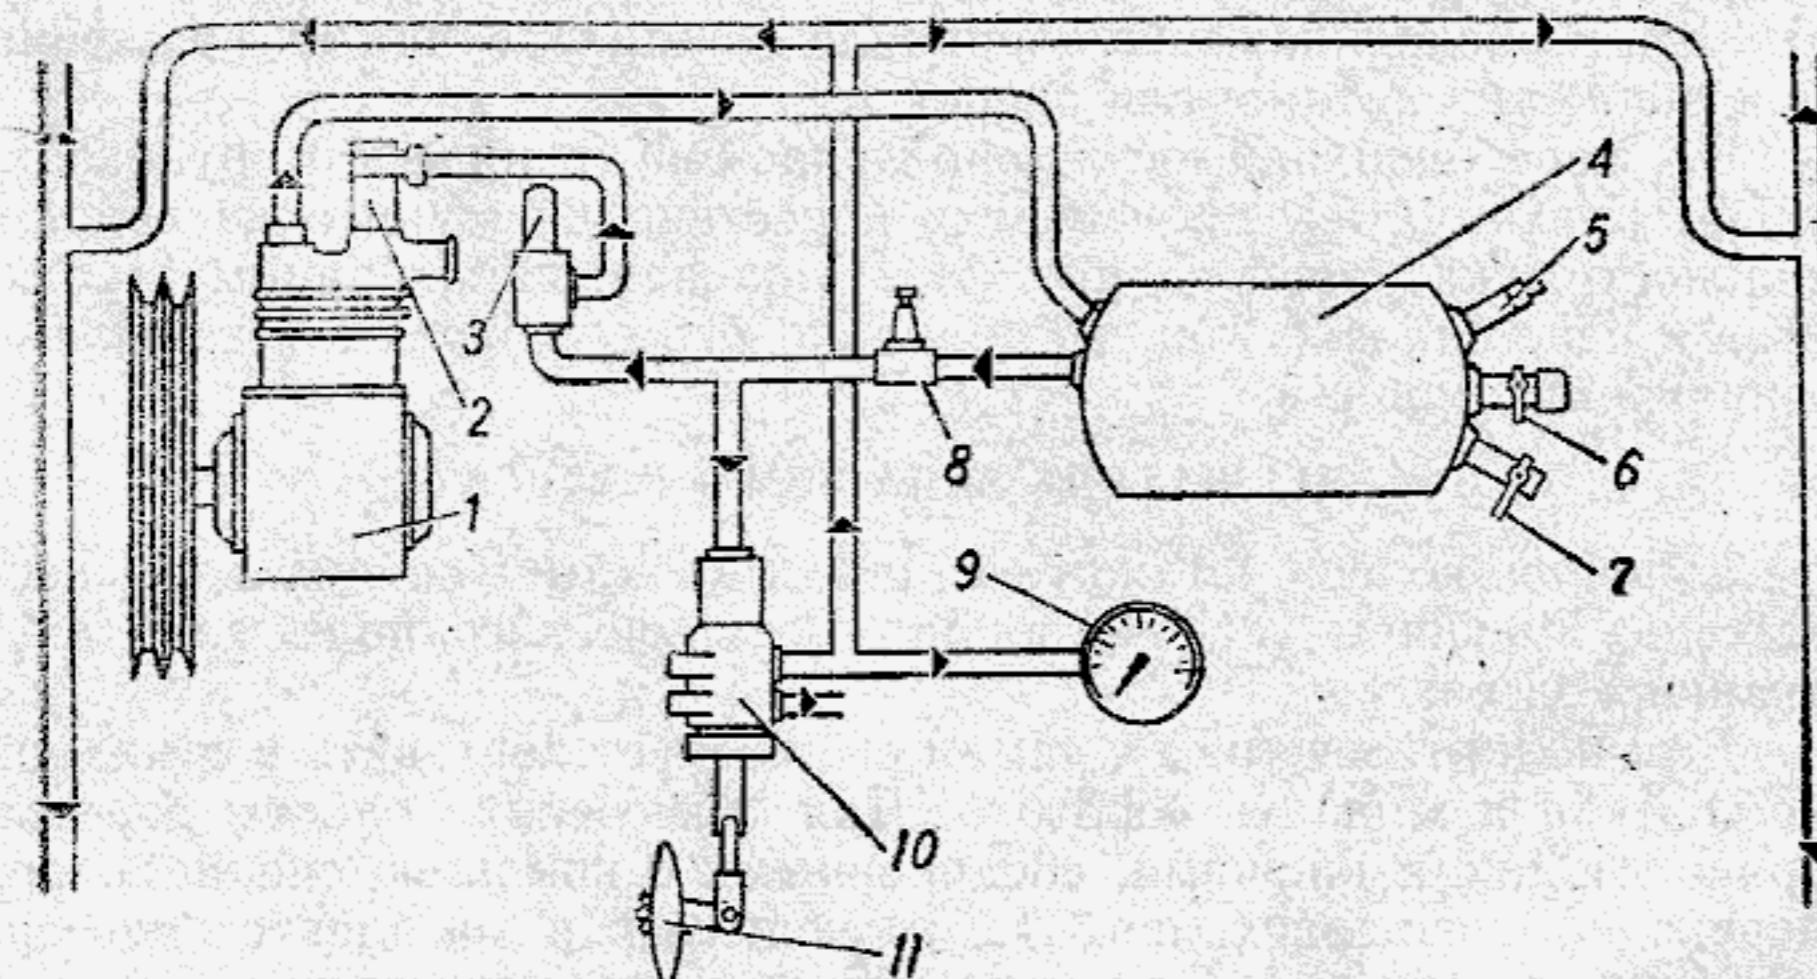

Рис. 35. Схема системы регулирования давления в шинах:
Система регулирования давления воздуха в шинах (рис. 35) обеспечивает изменение давления в шинах с места водителя как на стоянке, так и на ходу в зависимости от характера дорожного
**Воздушный баллон 4** (см. рис. 35) установлен на внутренней части правого донжерона. Баллон имеет предохранительный клапан, краник для слива конденсата и краник отбора воздуха.